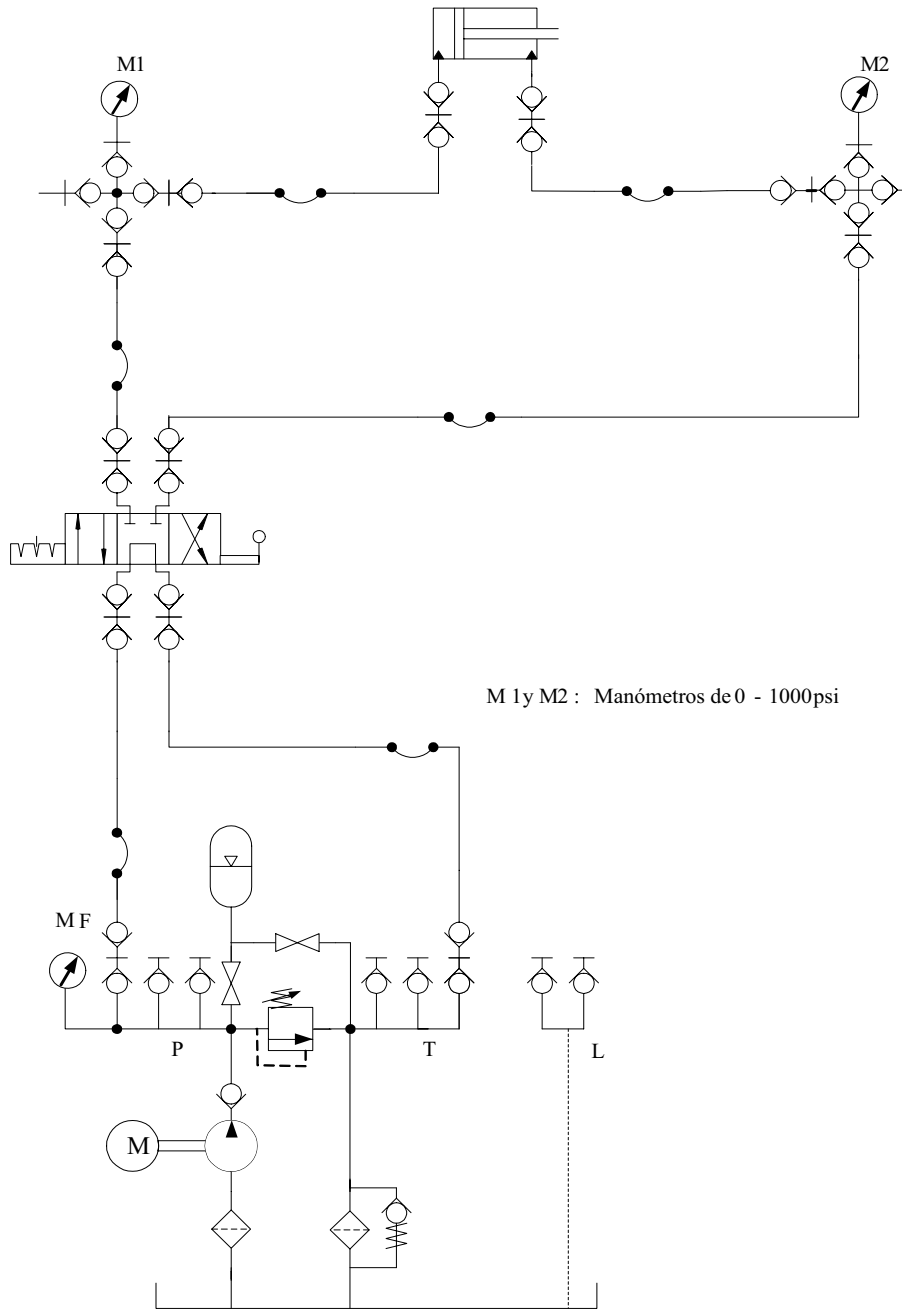

Figura 2.3. Circuito hidráulico.
9. Construir el circuito mostrado en la figura 2.3. Cerrar la válvula de carga del acumulador.
3. ¿A qué se debe la diferencia de lecturas de presión entre los manómetros M1 y M2 de la figura 2.3?